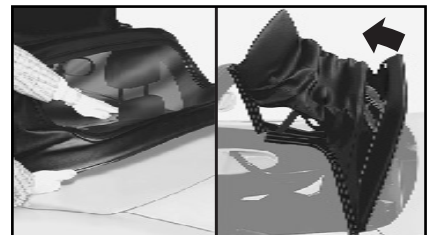

fig. 55
4) Manovrando dall'esterno vettura dal lato guida, ripiegare un po' all'indietro la capote fino a quando si riesce a sollevare anche la parte posteriore assicurandosi che il lunotto si pieghi correttamente nella parte centrale; aiutarsi con il palmo della mano **fig. 55**.